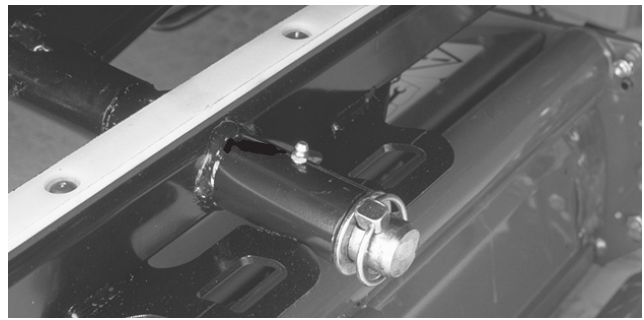

Bild 23
- Drehbüchsen am hinteren Mähwerk (Bild 23)